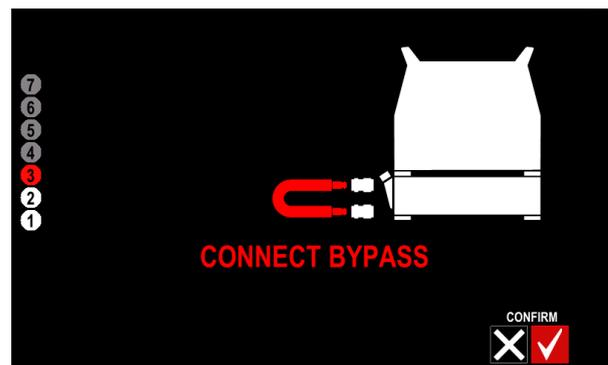

Abbildung 16
- Schließen Sie den kurzen roten Schlauch mit Wasserschnellanschlüssen (BYPASS-Schlauch im Lieferumfang des Geräts enthalten) an die blaue Auslassbuchse an der Vorderseite des Kühlers an (Abbildung 16 oder 24). Beobachten Sie den Kühlmittelkreislauf.